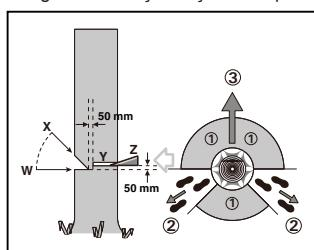

Figura 1
Faceți tăietura de doborâre (Y) cu cel puțin 50 mm mai sus decât tăietura orizontală de crestare prezentată în figura 1. Nu execuția tăietură de doborâre completă, ci doar atât de adâncă încât să mai rămână o legătură (adaos pentru doborâre), care să acționeze ca o balansă. Astfel veți împiedica răscuirea copacului și căderea acestuia în direcție greșită. Nu tăiați complet marginea ramasă.
Când copacul începe să cadă scoateți ferăstrăul din tăietură, opriți-l, puneți-l jos și părașiți zona periculoasă folosind calea de retragere stabilită (2). Fiți atenți la crengile care cad și evitați să vă împiedicați. (Vezi Figura 1)